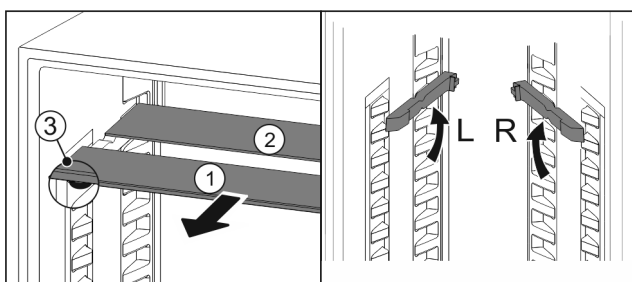

Fig. 78
- ▶ Wyciągnąć Fig. 78 (1) pojedynczo półki szklane do przodu.
- ▷ Płyta szklana Fig. 78 (1) z listwą ozdobną znajduje się z przodu.
- ▷ Stopery Fig. 78 (3) wskazują w dół.